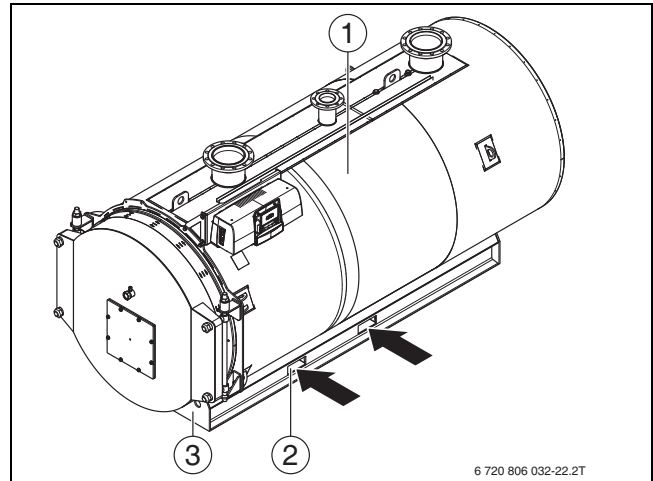

Fig. 10 Transportarea cazanului cu un motostivuitoare cu furcă
- Utilizați orificiile de transport pentru motostivuitoare cu furcă (→ fig. 10, [2]).
- Transportați cazanul cu ajutorul orificiilor pentru transport de pe cadrul de bază (→ fig. 10, [2]).